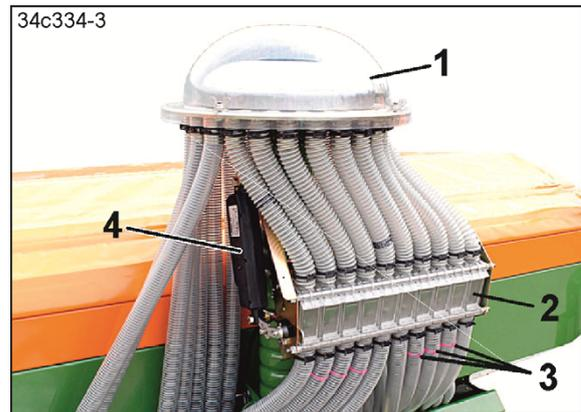

Fig. 48
El material dosificado se distribuye en el cabezal (Fig. 48/1) de forma uniforme sobre todos los conductos de semillas y se transporta hasta las rejas.
- las trampillas cierran en la caja de chapaletas (Fig. 48/2) el transporte de semillas hacia los conductos de semillas (Fig. 48/3) a los conductos de semillas de las rejas trazadoras de carriles. Un motor eléctrico (Fig. 48/4) acciona las trampillas.